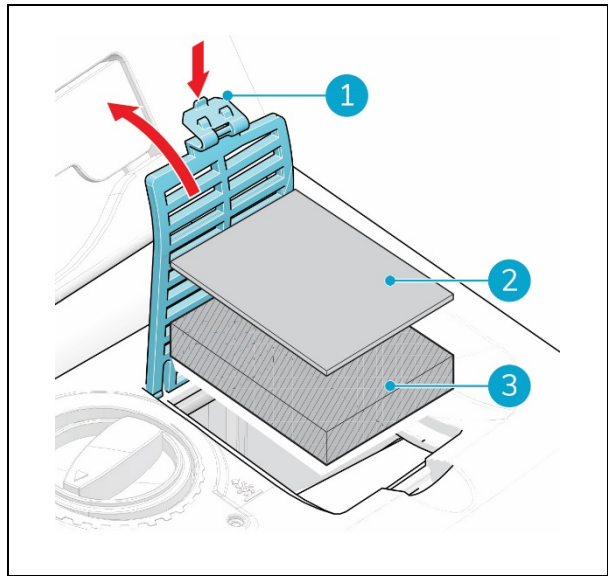

Figure 23
1. Ouvrez le capot (Figure 23, pos. 1).
2. Retirez l'ancien coton de sortie d'air (Figure 23, pos. 2).
3. Retirez l'ancien feutre de sortie d'air (Figure 23, pos. 3).